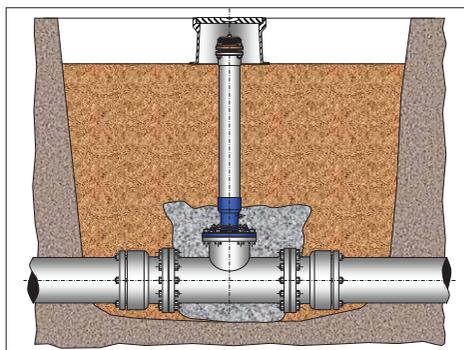

Рис. 5
15. Выполнить засыпку котлована до уровня установки коверов (рис. 5).